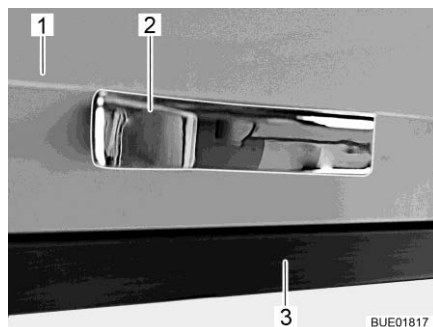

Bild 73 Möbelklappe mit Druckentriegelung
- Möbelklappe (Bild 73,1) am Griff (Bild 73,2) gegen den Schrankkorpus (Bild 73,3) drücken. Die Möbelklappe ist entriegelt.